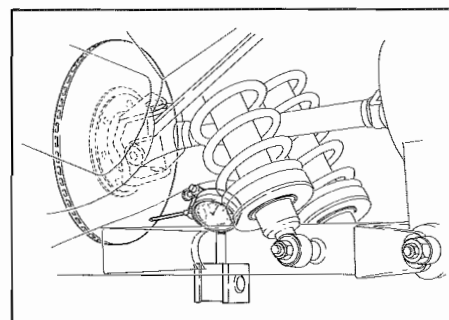

Fig. 15 - Controllo dello sfarfallamento del disco
- Controllare lo sfarfallamento del disco montando un comparatore sul diametro esterno (**Fig. 15**) (vedi cap. 14-1).
- Check disc wobbling by fitting a dial gauge on the external diameter (**Fig. 15**) (see chap. 14-1).